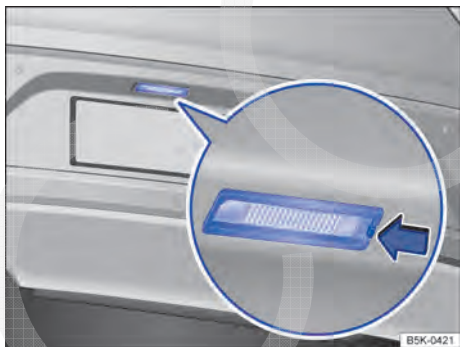

Fig. 211 No para-choque traseiro: lanterna da placa de licença.
2. Pressionar a lingueta da lanterna da placa de licença no sentido da seta → Fig. 211.